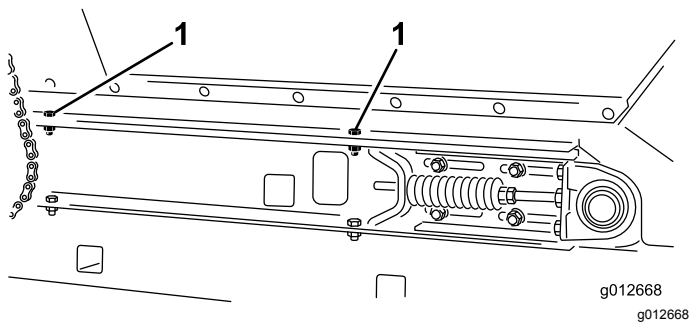

Figura 31
2. A cada lado de la máquina, retire 2 tornillos , 2 arandelas y 2 contratuercas que fijan la tolva a los travesaños del bastidor deslizante (Figura 31).